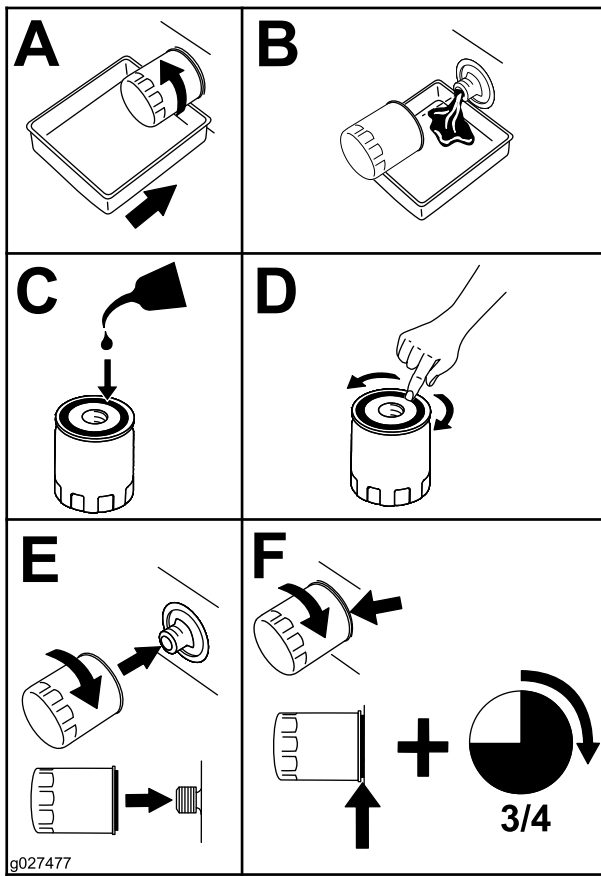

Figura 39
5. Sustituya el filtro de aceite del motor según se muestra en la Figura 39.